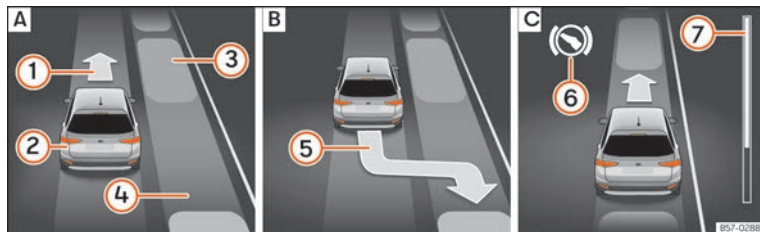
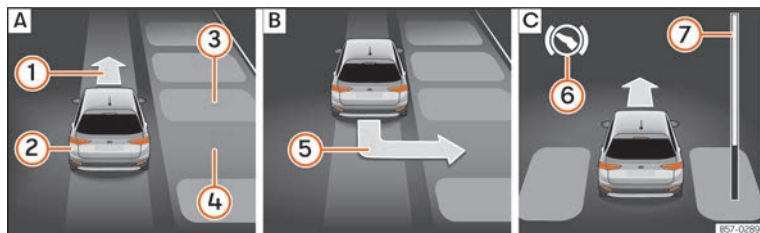

Fig. 251 En la pantalla del cuadro de instrumentos: aparcar en línea. [A] Buscar un hueco de aparcamiento. [B] Posición para aparcar. [C] Maniobrar.
Fig. 252 En la pantalla del cuadro de instrumentos: aparcar en batería. [A] Buscar un hueco de aparcamiento. [B] Posición para aparcar. [C] Maniobrar.
Legenda de la **fig. 251** y **fig. 252**:
La barra de progreso >>> **fig. 251** ⑦ y >>> **fig. 252** ⑦ muestra simbólicamente en la pantalla del cuadro de instrumentos la distancia relativa que aún queda por recorrer. Cuanto mayor es la distancia, más llena está la barra de progreso. Al circular marcha adelante, el contenido de la barra de progreso disminuye hacia arriba, y
2.	Mire en la visualización de la pantalla del cuadro de instrumentos si se ha detectado el hueco como "apropiado" y si ha alcanzado la posición correcta para aparcar » fig. 251 [B] o » fig. 252 [B].
6.	O BIEN: retroceda hasta que en la pantalla del cuadro de instrumentos aparezca la indicación de dar marcha adelante » fig. 251 [C] o » fig. 252 [C].
El sistema de aparcamiento asistido dirige el vehículo marcha adelante y marcha atrás hasta centrarlo en el hueco » fig. 251 [C] o » fig. 252 [C].